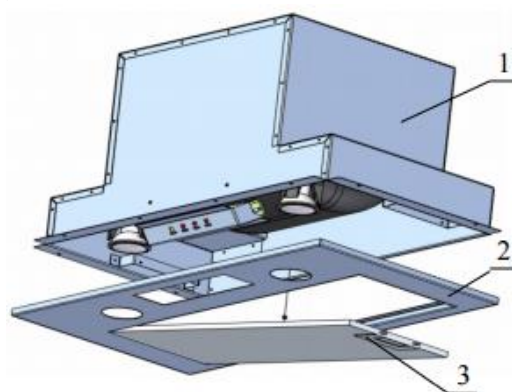
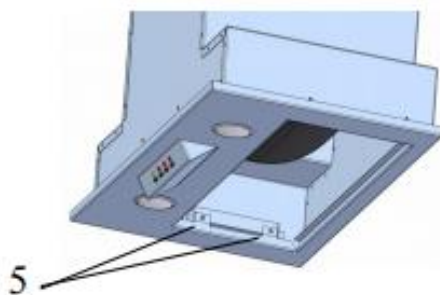
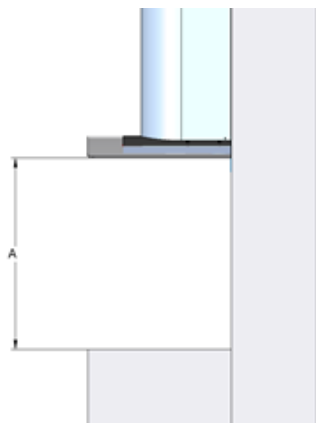

Рис. 1
Рис. 3
Рис. 4
КОМПЛЕКТУЮЩИЕ ДЛЯ СБОРКИ (рис. 1)
3. Открутите с внутренней стороны четыре винта (5) (рис. 1) (два слева и два справа) для того чтобы снять маскирующий экран с корпуса вытяжки (рис. 1) и открыть отверстия для крепления корпуса к шкафу (рис. 3).
4. После снятия маскировочного экрана, привинтите корпус вытяжки к шкафу с помощью восьми шурупов (4) (рис. 1), сохраняя минимальное расстояние 65 см между нижним краем вытяжки и поверхностью для приготовления пищи на плите (рис. 4).
5. Прикрутите маскирующий экран к корпусу с помощью четырех винтов (5) (рис. 1) с внутренней стороны (рис. 3).